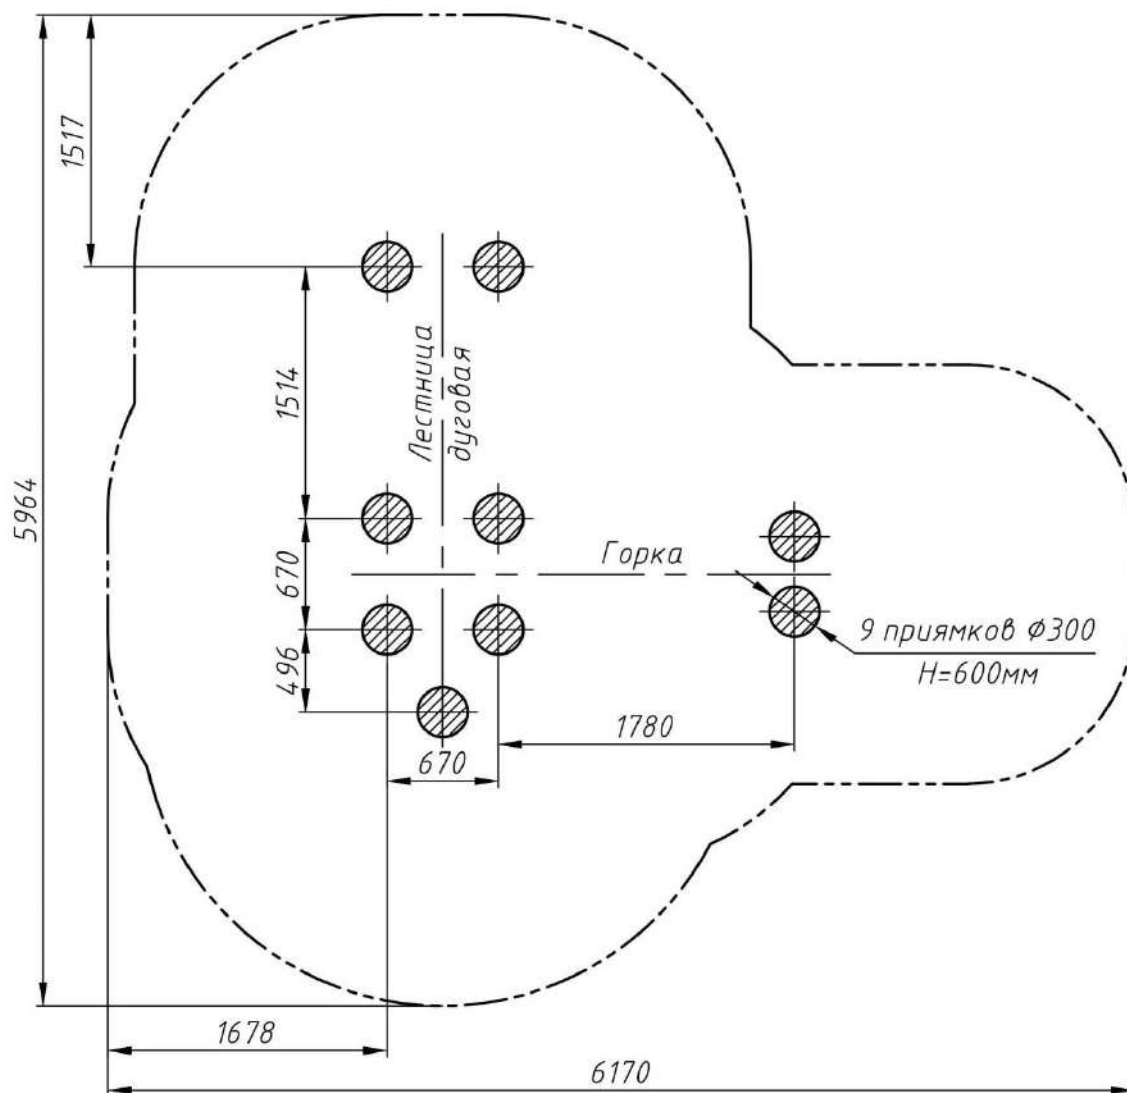

Рис.3 План фундамента игрового комплекса РТР 28-02
12.6. Монтаж заключается в сборке составных модулей и деталей игрового комплекса с последующим бетонированием металлических столбов в заранее подготовленные приямки. Фундаментные приямки выполняются в соответствии с планом фундамента (рис. 3).